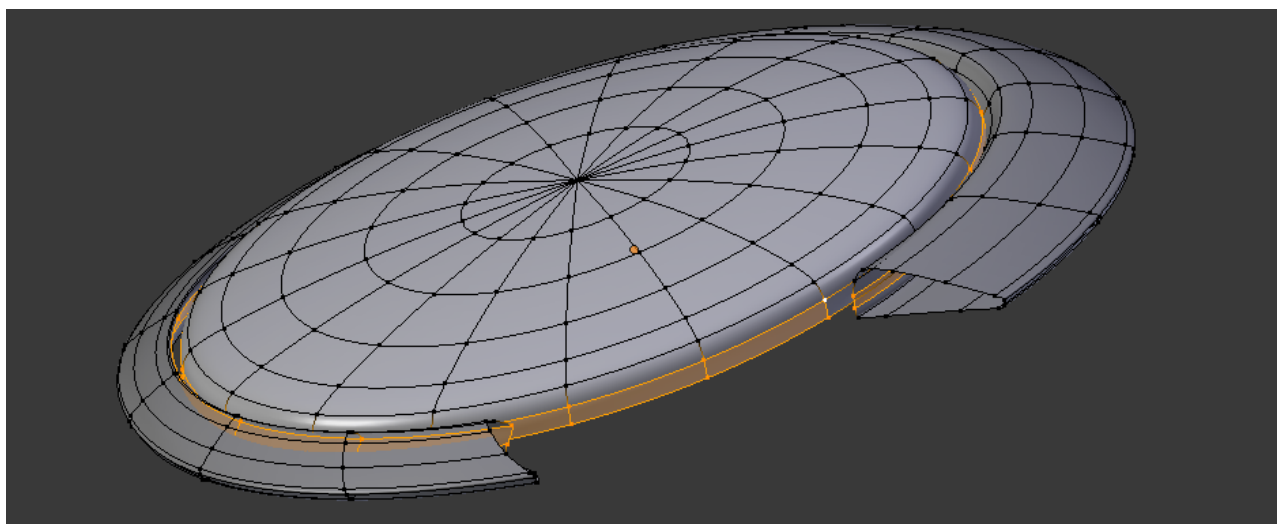

Figura 5.135
5. Edite a malha com os dois contornos, escale-os ligeiramente, **[S]**, de modo a descolá-los do rebordo do aro e, com base num conjunto de extrusões, **[E]**, e escalamentos, **[S]**, dê ao vidro do farol a forma desejada, figura 5.135.
Note que a malha do vidro da figura 5.135 é a mais rápida de executar para um vidro aproximadamente circular, havendo soluções resultantes da extrusão individual de arestas fronteiras a que corresponde um menor número de vértices. Veja por exemplo as malhas das figuras 5.133 e 5.134.